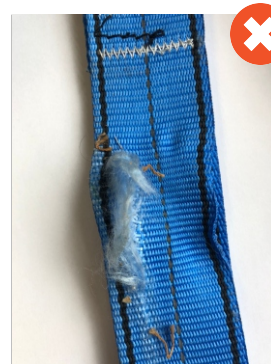

рис. 16
- лямки одинаковой ширины по всей длине, имеют одинаковую гибкость и упругость (рис. 16).